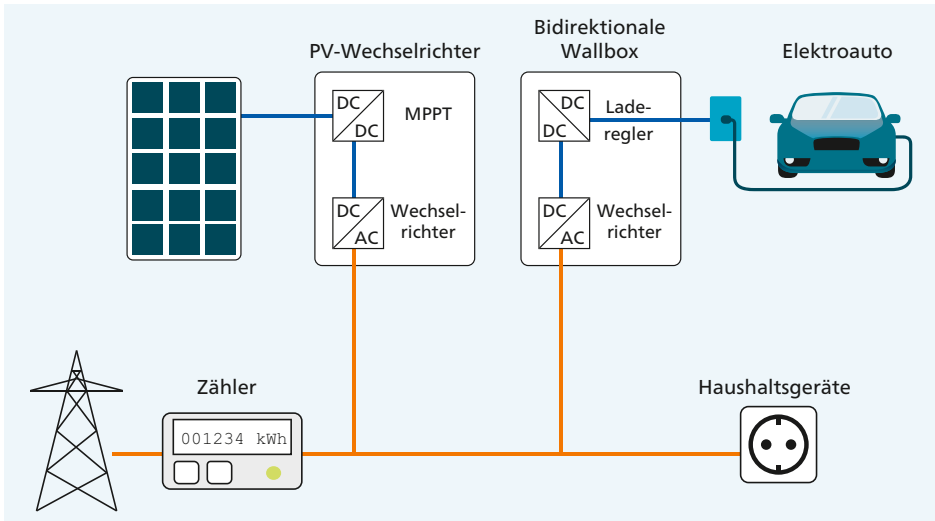

Abbildung 3.4 Das Elektroauto als PV-Speicher
Vielleicht besitzen Sie schon ein Elektroauto, oder Sie planen, in den nächsten Jahren eines anzuschaffen. Dann verfügen Sie je nach Modell über einen Akku mit einer Kapazität zwischen 20 und 70 kW. Das ist deutlich mehr, als bei einer privaten PV-Anlage üblich (und sinnvoll) ist. Was liegt näher, als den Akku des Autos als Speicher für Ihre PV-Anlage zu verwenden (siehe Abbildung 3.4) – nahezu ohne Zusatzkosten?
- ▶ **Ladeverluste:** Die Integration des Akkus eines Elektroautos funktioniert ähnlich wie ein AC-Speicher (siehe Abbildung 3.4). Beim Laden des Akkus wird Gleichstrom der PV-Anlage zuerst in Wechselstrom umgewandelt, zur Wallbox geleitet und dort oder im Auto wieder zurück in Gleichstrom umgewandelt. Beim Entladen fließt der Strom in die umgekehrte Richtung.